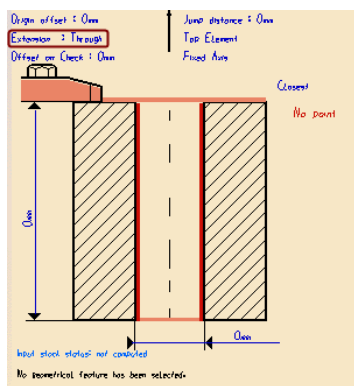

图 6-98 改变孔类型
- 单击“Drilling.1”对话框中的“Extension: Blind”，将其改变成“Extension: Through”，如图 6-98 所示。